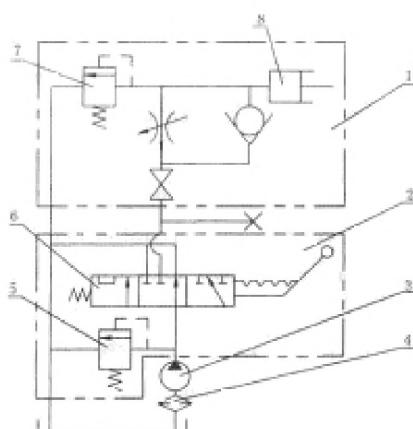

Рисунок 4-25. Схема маслопровода гидравлической системы (для золотникового клапана).
Гидравлическая система трактора серии ТУ представляет собой масляную петлю с открытым центром (смотрите рисунок 4-25, 4-26). Так же она состоит из раздельных полу-подъемников (1) (состоит из цилиндра и распределителя), масляного насоса (3), масляного фильтра (4), масляных трубок и т.д. Масляный насос установлен на правой задней поверхности камеры шестерни и приводится в движение двигателями напрямую. Один конец входной трубки соединен с выходным отверстием масляного насоса, другой конец соединен с входным отверстием распределителя (2). Распределитель соединен с правой частью подъемника. Главный контрольный клапан поделен на золотниковый клапан и поворотный клапан. Оба типа подъемников могут быть зафиксированы на коробке передач болтами.